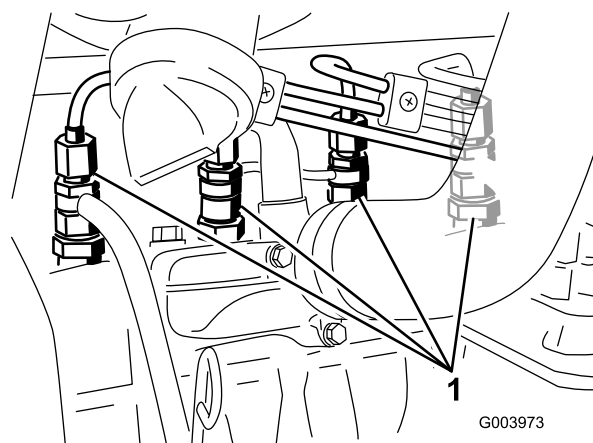

Figura 38
1. Liberte a tubagem que se encontra ligada ao injetor nº 1 e à estrutura de suporte da bomba de injeção (Figura 38).